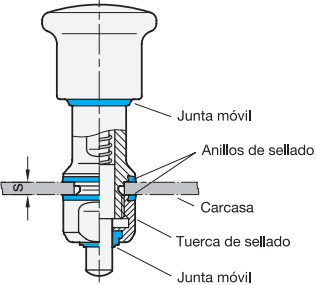

imagen 1
- El posicionador de muelle solo puede utilizarse en combinación con la junta de sellado adecuada. La junta tiene forma cónica y por lo tanto debe comprobarse que se coloca en la posición correcta (imagen 1).
- También debe prestarse atención a la longitud de sujeción adecuada para conseguir un sellado correcto (imagen 1).
- La posición de montaje que puede verse en la imagen 1 garantiza la eliminación automática de los líquidos.
- Las juntas defectuosas deben sustituirse por otras nuevas (imagen 1). Utilice únicamente juntas especiales del tamaño adecuado (GN 7600).
La junta de fricción (imagen 1) no se puede sustituir. Por este motivo, el posicionador de muelle debe sustituirse cuando la junta de fricción presente daños, grietas o fragilidad.